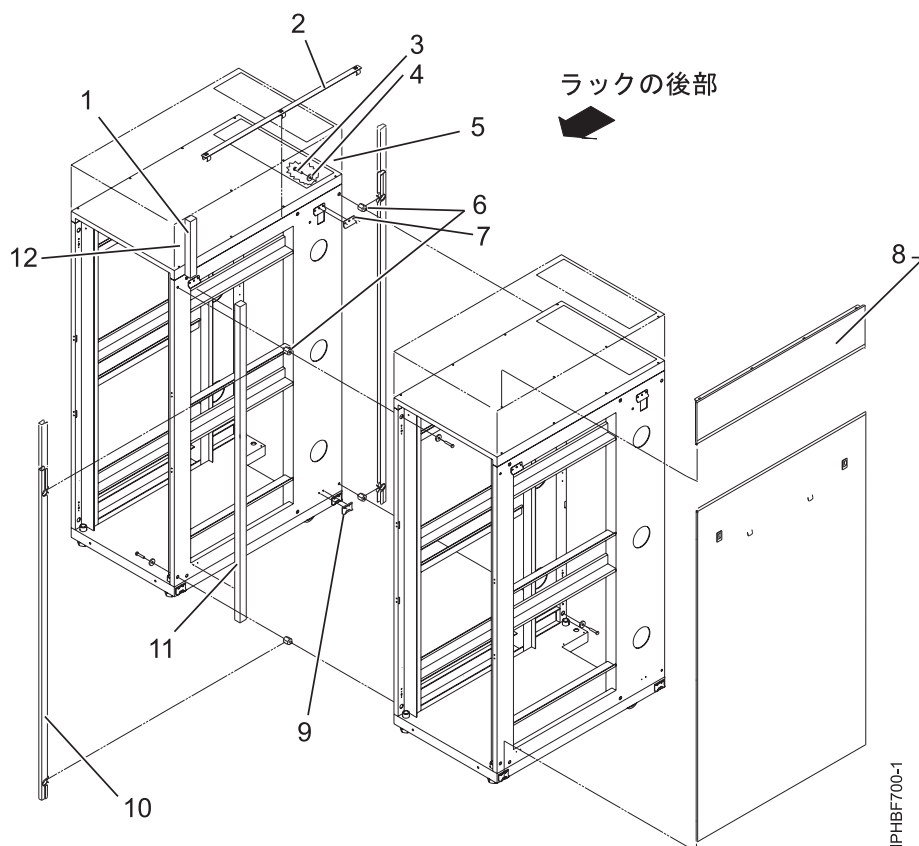

図 32. 複数のラックを接続するための、サイド・パネル、Z ブラケット、J ブラケットの取り外し、および絶縁具と長い発泡スチロールの取り付け
4. 最初の 2 つの絶縁具を、図 32 に示すように最初のラックの左上と右下の隅に取り付けます。
5. 第 2 の 2 つの絶縁具を、図 32 に示すように 2 番目のラックの左上と右下の隅に取り付けます。
6. 長い発泡スチロールを 図 32 に示すように取り付けます。モデル T42 のラックの場合、短い発泡スチロールを長い発泡スチロールの端に結合させ、ラックのフレーム丈に接着します。